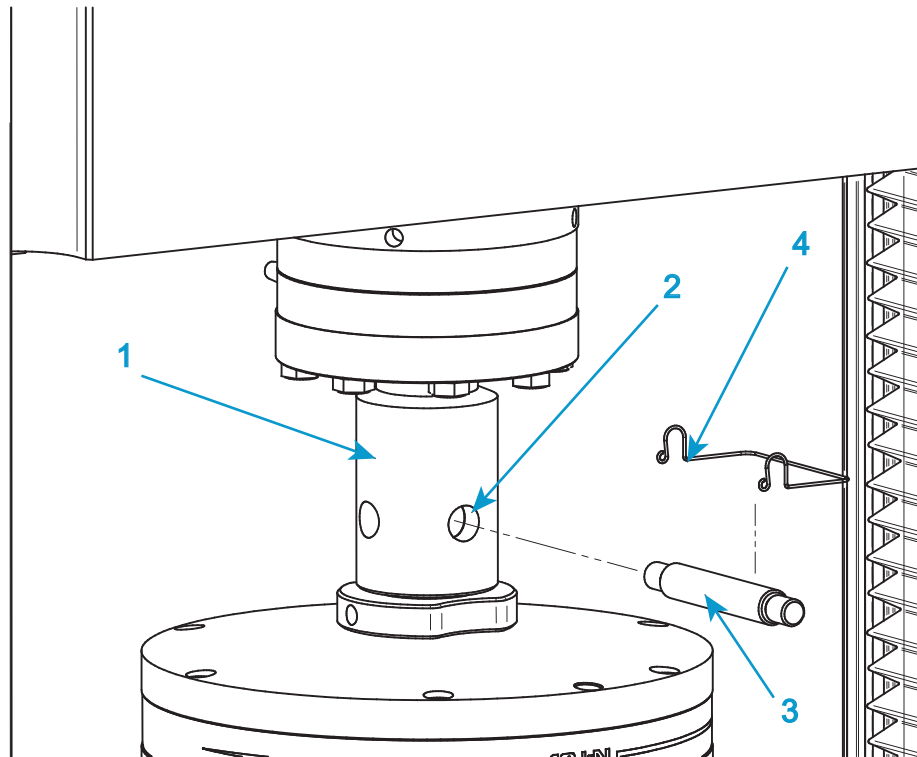

Figura 28. Instalación de mordaza típica
Consulte la Figura 28 en la página 103 cuando siga este procedimiento.
1. Para la mordaza superior, inserte el adaptador de la mordaza en el casquillo de abrazadera hembra (1 en Figura 28) del adaptador de la célula de carga.
2. Alinee los orificios de la abrazadera (2 en Figura 28) e inserte el pasador (3 en Figura 28) a través de los orificios.
3. Sujete el pasador de la abrazadera en su sitio mediante la presilla del pasador de abrazadera (4 en Figura 28).